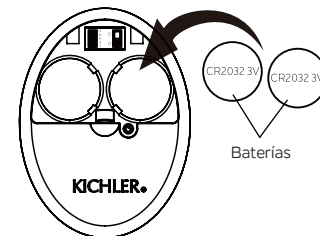

Figura 26
Paso 2. Para que el ventilador funcione, instale dos baterías CR2032 de 3 V (incluidas). Las baterías deben instalarse con el lado positivo (+) hacia arriba. Reemplácelas con baterías CR2032 cuando sea necesario. (Figura 26)